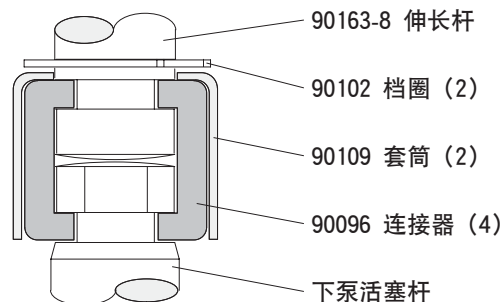

图 2
- 使用卡钳, 将挡圈向上滑动足够的距离, 使套筒能够向上移动, 并且松开两个连接器 (参看图2)。将气动马达置于一旁。